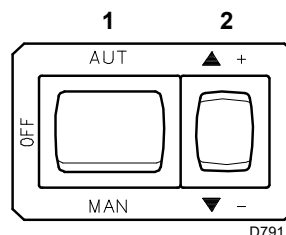
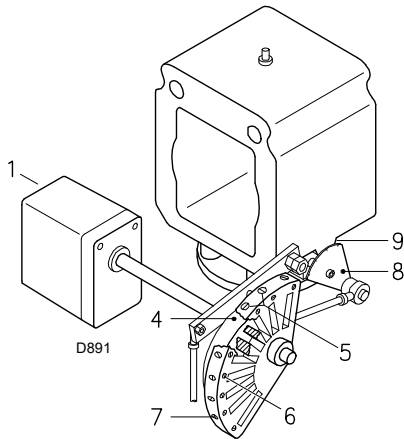
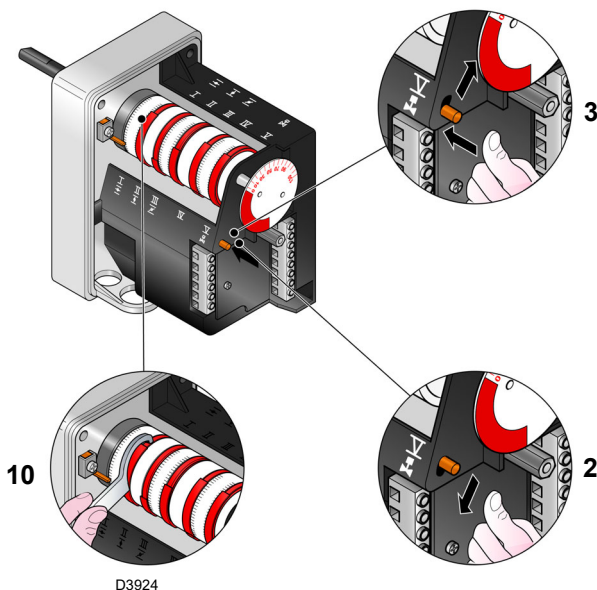
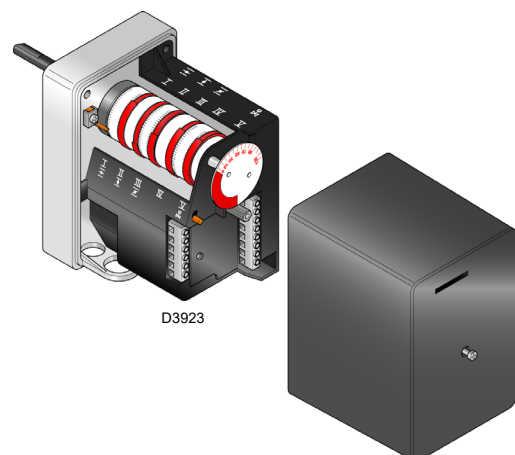

Fig. 31
Fig. 32
Fig. 33
Fig. 34
Cerrar los termostatos/presostatos y colocar el interruptor 1)(Fig. 31) en la posición "MAN".
La regulación del aire se realiza variando el ángulo de la leva III) (Fig. 34, en pág. 27) y mediante el selector 2)(Fig. 31). Para regular la leva del servomotor, consultar Fig. 33.
Apretar ahora el pulsador 2)(Fig. 31) "aumento de potencia" y mantenerlo apretado hasta que el servomotor haya abierto el registro del aire y la válvula de mariposa del gas.
La regulación del aire se realiza variando el ángulo de la leva I) (Fig. 34, en pág. 27) y mediante el selector 2)(Fig. 31, en pág. 25).
Para regular la leva del servomotor, consultar Fig. 33.
Leyenda (Fig. 32)
La potencia MÍN se elige dentro del campo de trabajo que se indica en la Fig. 2, en pág. 8. Presionar el pulsador 2)(Fig. 31, en pág. 25) "Disminución potencia" y mantenerlo presionado hasta que el servomotor alcanza (Fig. 33) la regulación de fábrica.
Variar progresivamente el perfil inicial de la leva mecánica 4)(Fig. 32) utilizando los tornillos 5)(Fig. 32).
Regular nuevamente la potencia a 800 kW interviniendo en los tornillos 5) de la leva mecánica (Fig. 32) y controlar las emisiones.
La regulación se realiza variando el ángulo de la leva III) del servomotor (Fig. 34, en pág. 27) y mediante el selector 2)(Fig. 31, en pág. 25).
Para la regulación de la leva III, ver Fig. 33.
El paso de una posición a la siguiente se obtiene manteniendo apretado el pulsador 2) en el símbolo (+) o (-) (Fig. 31, en pág. 25). Presionar apenas el pulsador 2)(Fig. 31, en pág. 25) "Aumento potencia" de modo que el servomotor gire aproximadamente 20°, ver la escala graduada del servomotor Fig. 33 y la escala graduada de los registros del aire 5)(Fig. 32 en pág. 26). Enroscar o desenroscar el tornillo 5) de la leva mecánica (Fig. 32, en pág. 26) elegida para aumentar o disminuir el caudal de aire, para adecuarla al caudal de gas necesario y obtener así una óptima combustión.
Apagar el quemador desde el interruptor 1)(Fig. 31, en pág. 25), posición OFF, liberar la leva mecánica 1)(Fig. 34) para separar los engranajes del servomotor, presionando y desplazando hacia abajo el pulsador 3)(Fig. 33, en pág. 26) y verificar varias veces, girando manualmente la leva mecánica 1)(Fig. 33, en pág. 26) hacia adelante y hacia atrás, que el movimiento sea suave y sin atascamientos.
Se recomienda montar nuevamente la leva mecánica 5)(Fig. 32 en pág. 26) en el servomotor, desplazando hacia arriba el pulsador 3)(Fig. 33, en pág. 26).
- 6s:** Arranque servomotor: gira hacia la derecha 130°, o sea, hasta la intervención del contacto en la leva I (Fig. 34, en pág. 27). El registro del aire se posiciona en la potencia MÁX.
- 80s:** El servomotor gira hacia la izquierda hasta el ángulo regulado en la leva III (Fig. 34, en pág. 27) para la potencia MÍN.
- 112s:** El registro del aire y la válvula de mariposa del gas se sitúan en la potencia MÍN. (con leva III) (Fig. 34, en pág. 27) a 30°.